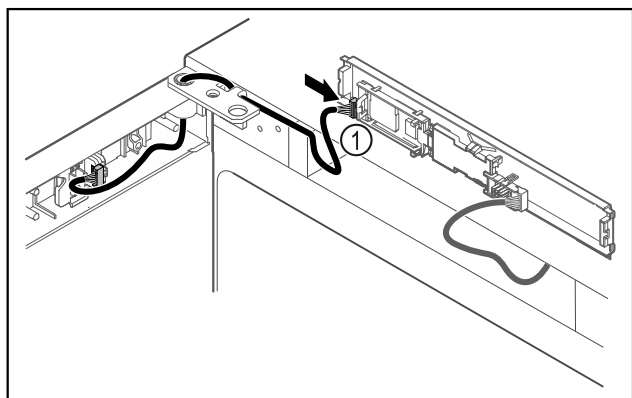

Fig. 41
- ▶ Brancher le connecteur Fig. 41 (1) sur la platine.